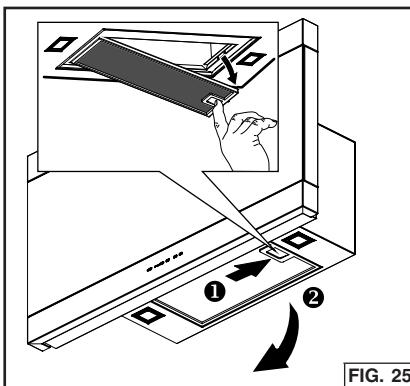

FIG. 25
- Para retirar el filtro de GRASAS, presione la lengüeta del pestillo para desprender el filtro de la campana. Incline el filtro hacia abajo y retírelo. Fig. 25.
- Para instalar el filtro de GRASAS, alinee las lengüetas posteriores del filtro con las ranuras de la campana. Presione la lengüeta del pestillo, coloque el filtro en su posición y libérelo. Asegúrese de que el filtro quede bien conectado después de la instalación. Fig. 25.
- Retire el filtro de grasas. Fig. 25.